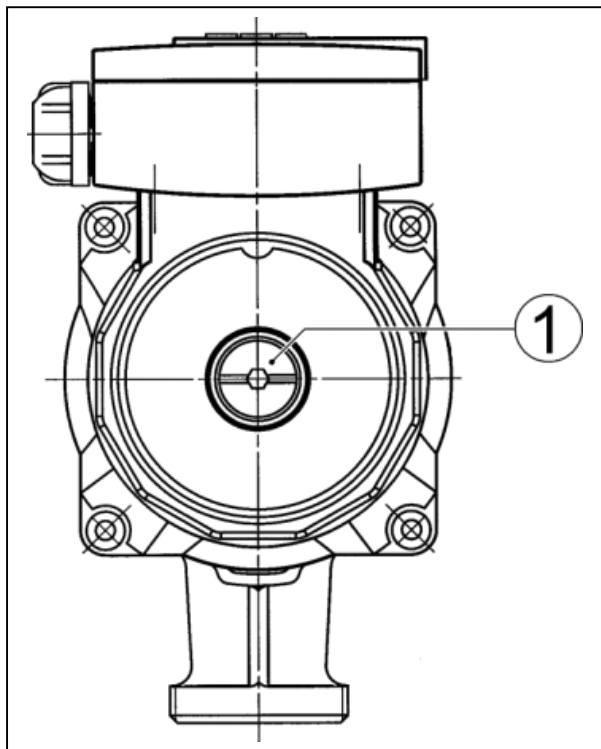

Рис. 1
#### **4.1 Описание насоса (Рис. 1)**
- ослабить и осторожно вывернуть винт для удаления воздуха (рис. 1, поз. 1),